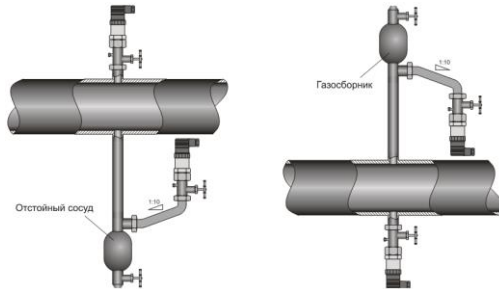

Рисунок 2. Монтаж датчика для измерения давления газа (слева) и жидкости (справа).
4.4. Механическое присоединение датчиков рекомендуется производить с ориентацией, при которой соединительная линия от места отбора давления имеет односторонний уклон ($\geq 1:10$) вверх к датчику, если измеряемая среда – газ, и вниз к датчику, если измеряемая среда – жидкость (см. рис. 2.). Если это невозможно, при измерении давления газа в нижних точках соединительных линий следует устанавливать отстойные сосуды, а при измерении давления жидкости в наивысших точках – газосборники. Отборные устройства для установки датчиков рекомендуется монтировать на прямых участках, на максимально возможном удалении от насосов, запорных устройств, колен, компенсаторов и других гидравлических устройств.